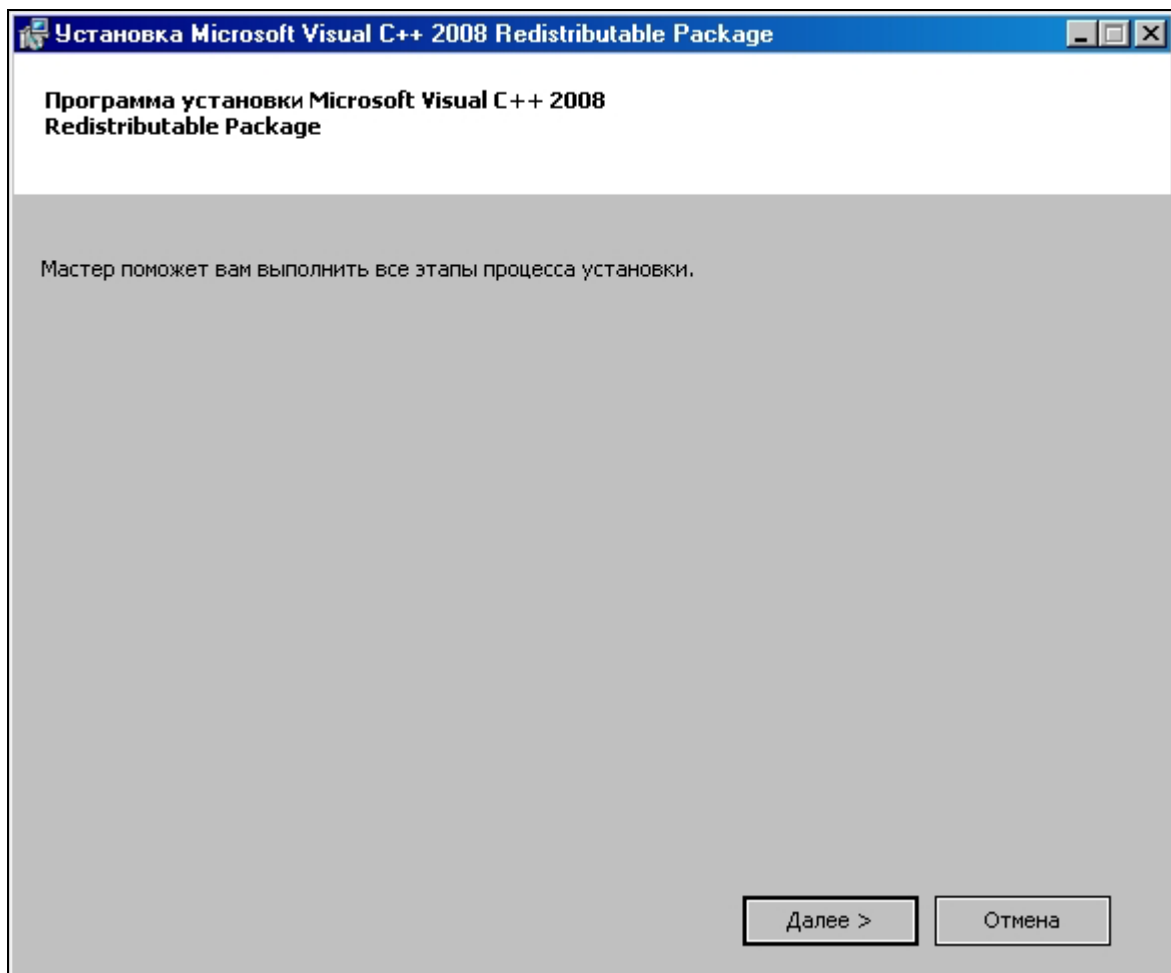

Рисунок 7
- запустить находящийся в папке «Adv» файл «vcredist\_x86.exe» (для 32-разрядной ОС). Начнется процедура установки компонента Microsoft и появится окно приветствия (см. рисунок 7).